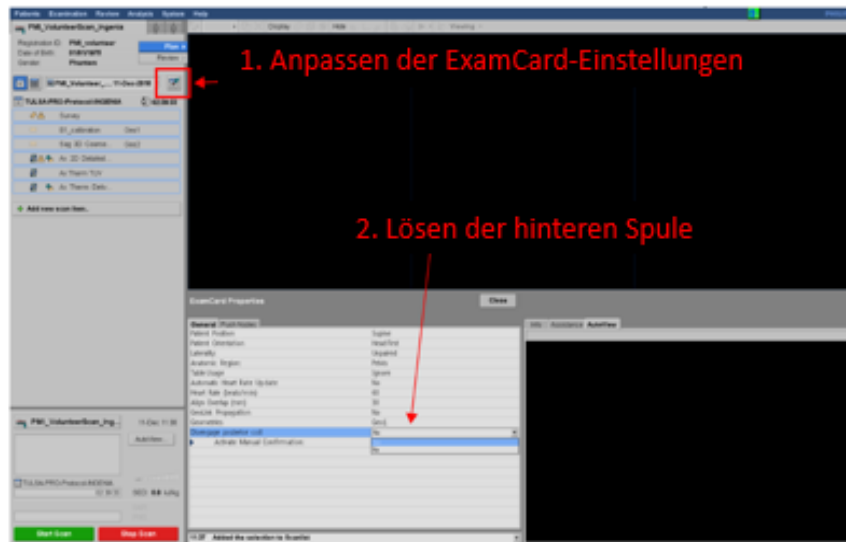

Abbildung 41: Ändern der Einstellung „Abkoppeln der hinteren Spule“ auf „Ja“
4. Achten Sie darauf, dass die hintere Spule in der aktuellen ExamCard abgekoppelt ist, bevor Sie den Patienten in die Magnetöffnung bewegen. Es ist wichtig, die hintere Spule **NICHT** zu verwenden. Bearbeiten Sie für das Abkoppeln der hinteren Spule die ExamCard-Eigenschaften, und ändern Sie die Einstellung „Abkoppeln der hinteren Spule“ von „Nein“ auf „Ja“ (Abbildung 41).